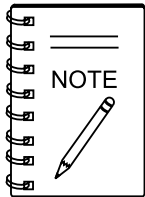

**Figure 29. Purge de l'huile à vibreur et vérification des bouchons**
3. À l'aide de pinces de 14 mm retirez le bouchon de vidange d'huile à vibrateur (Figure 29) de l'assemblage de la plaque vibrante.
4. Après avoir vidé toute l'huile à vibrateur de la machine, remplissez d'huile à moteur « 10W-30 » jusqu'au bon niveau de fonctionnement sécuritaire (Figure 29).